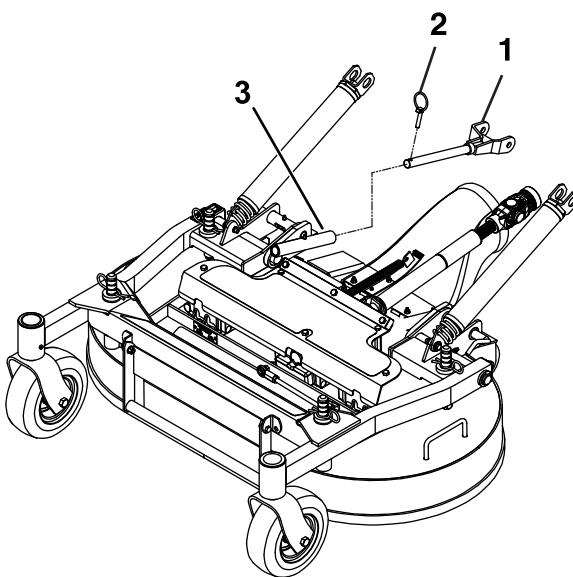

Figure 71
7. Retirez les goupilles à anneau à l'avant des bras de poussée, de chaque côté de la machine (Figure 71).
7. Fixez les bras de poussée sur les côtés gauche et droit de la machine avec des goupilles à anneau (Figure 71).